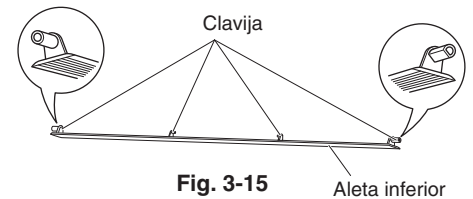
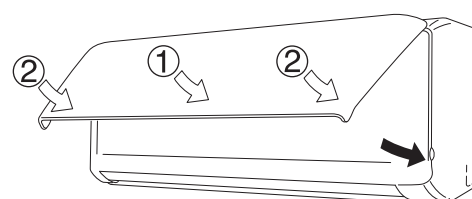

Fig. 3-15
Fig. 3-18
- (5) Vuelva a montar la aleta inferior. (Al volver a montar la aleta, no puede girarse en posición inversa porque los pasadores que se encuentran a izquierda y derecha de la aleta tienen una forma diferente. (Fig. 3-15))
- (6) Inserte la parte superior del filtro anti moho y fije la parte inferior del filtro con los salientes de la unidad.
- (7) Al cerrar el panel delantero, empuje primero la parte central del panel delantero y, a continuación, presione las esquinas inferior izquierda y derecha en su sitio hasta que escuche un sonido de clic. (Fig. 3-18)